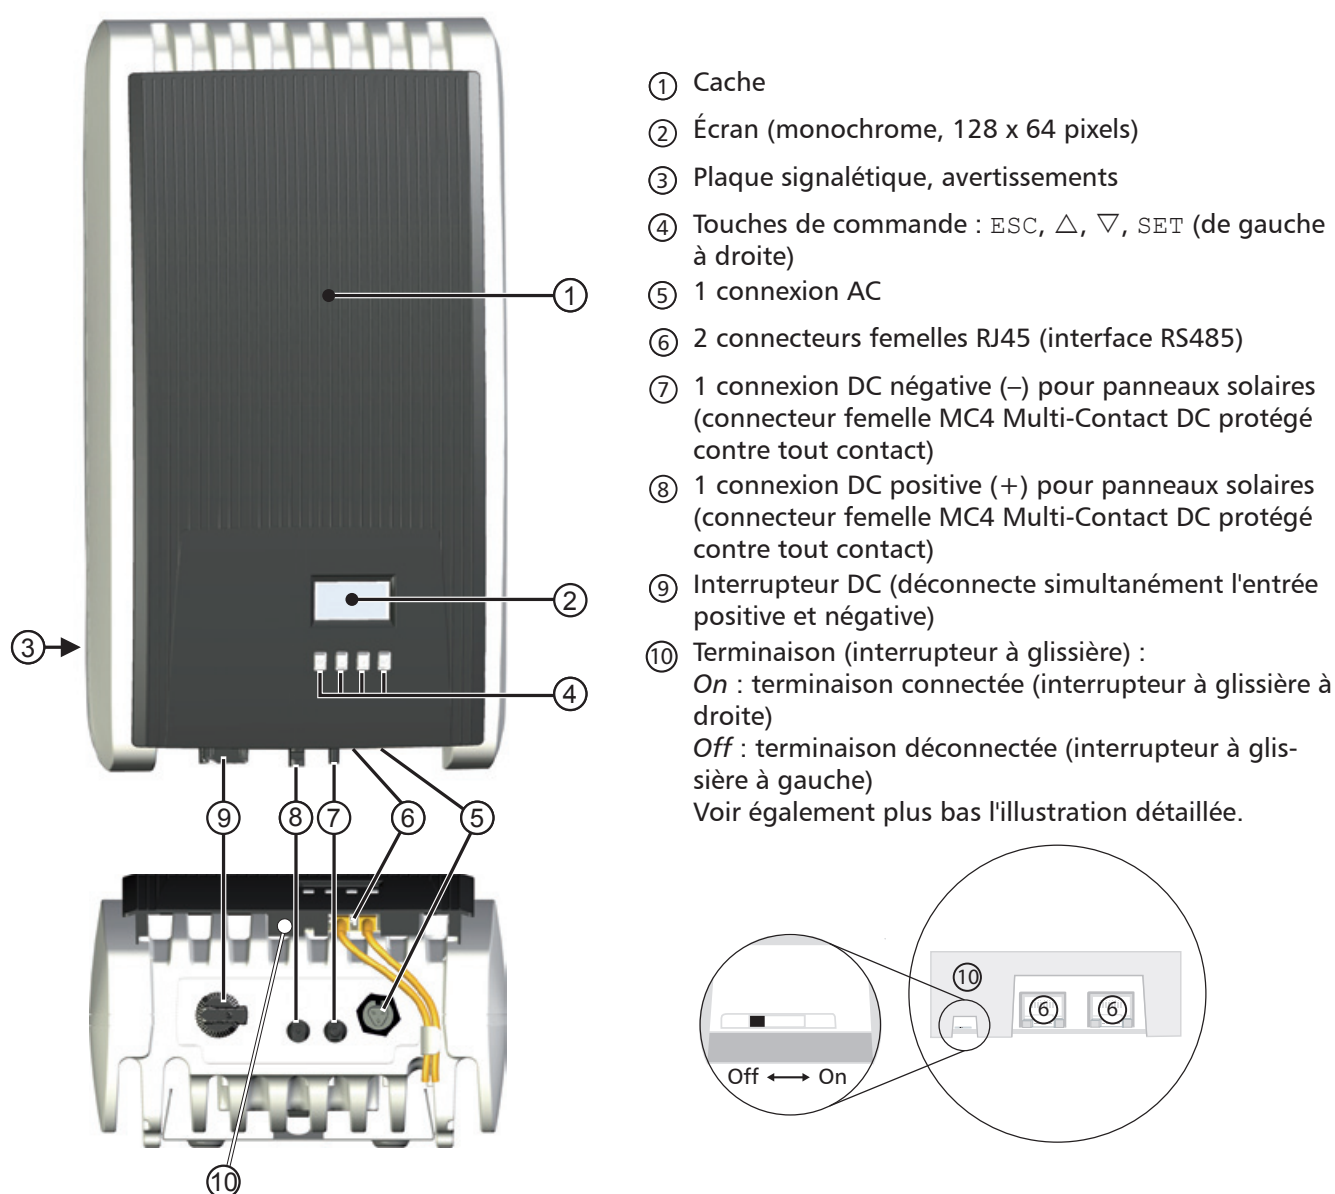

Fig. 5: Composants sur la face avant et le dessous du boîtier
Consultez Fig. 5, p. 87 afin d'obtenir des informations relatives à la position de la plaque signalétique.
Les touches de fonction (④, Fig. 5) disposent des fonctions suivantes :
Les informations suivantes s'appliquent en général à la représentation visible à l'écran (②, Fig. 5) :